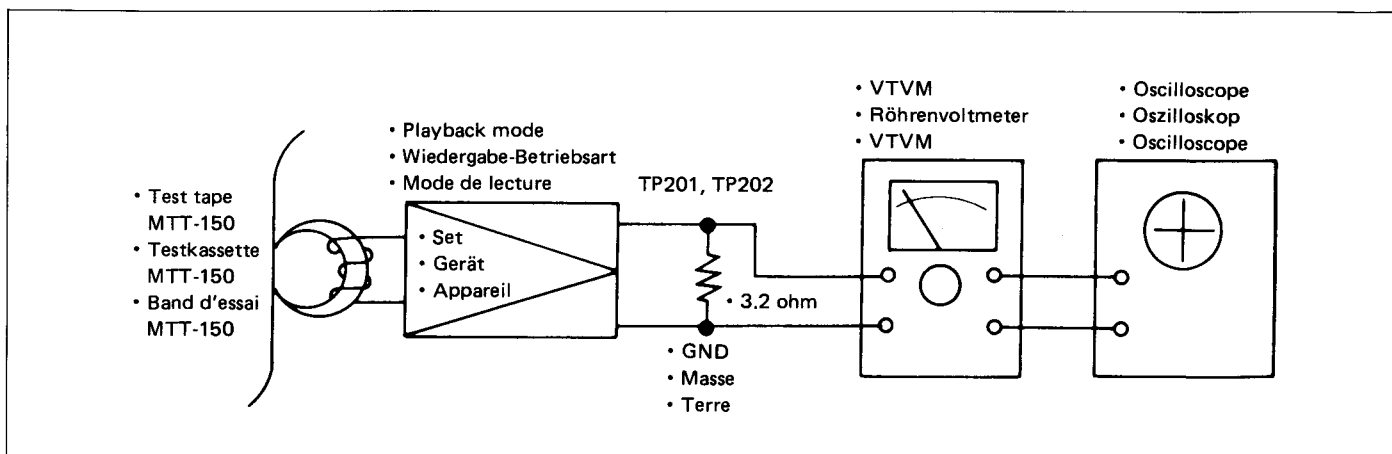

Figure 15-2 Abbildung 15-2
■ **PLAYBACK SENSITIVITY ADJUSTMENT** (Refer to Figure 15-2)
■ **EINSTELLUNG DER WIEDERGABEEMPFLINDLICHKEIT** (Siehe Abbildung 15-2)
■ **REGLAGE DE LA SENSIBILITE DE LECTURE** (Voir la Figure 15-2)